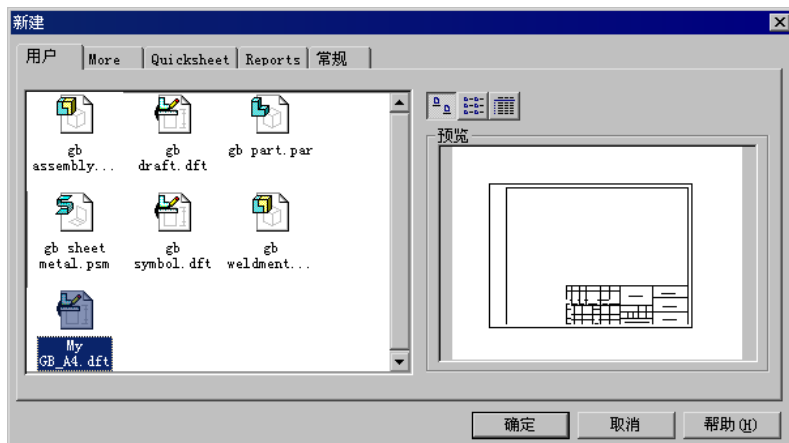

图 11.5.11 “新建”对话框
Step2. 在“文件创建选项”对话框中单击  浏览(B)... 按钮, 在系统弹出图 11.5.11 所示“新建”的对话框中选择“My GB_A4”模板文件, 然后单击  确定 按钮。